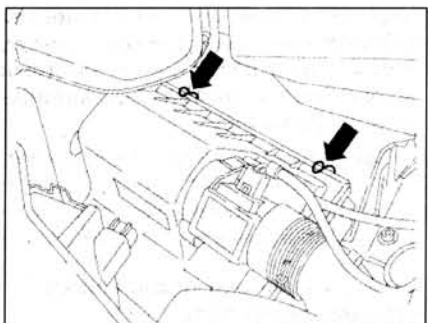

Рис. 1.119. Отсоедините пружинные фиксаторы (стрелки).
1. Отсоедините пружинные фиксаторы (стрелки) и поднимите крышку воздушного фильтра вверх (рис. 1.119).